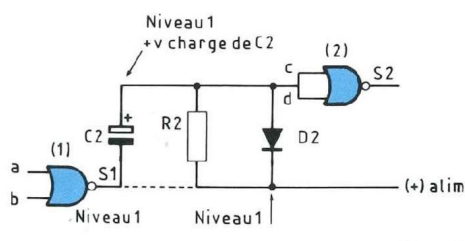

Fig. 5
En effet, l'armature (-) de ce condensateur est portée au niveau 1 alors présent en sortie de la porte (1), par conséquent au (+) alimentation, cependant que son armature (+) est reliée au (+) alimentation par la résistance R2 (figure 5). Le bouclage du circuit étant rendu effectif, la décharge du condensateur C par R2 est très rapidement consommée ...